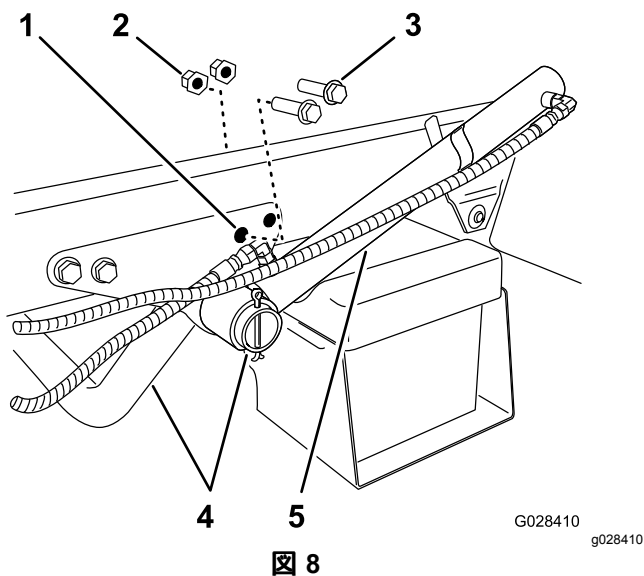

図 8
1. エンジンチューブ用のサポートブラケットを車体フレームに固定している後ろ側フランジヘッドボルト2本とフランジロックナット2個を外す 図 8。
2. タンクスキッド用ホールドダウンブラケットを取り付ける隙間を作るために、昇降シリンダの位置を変える (図 8)。